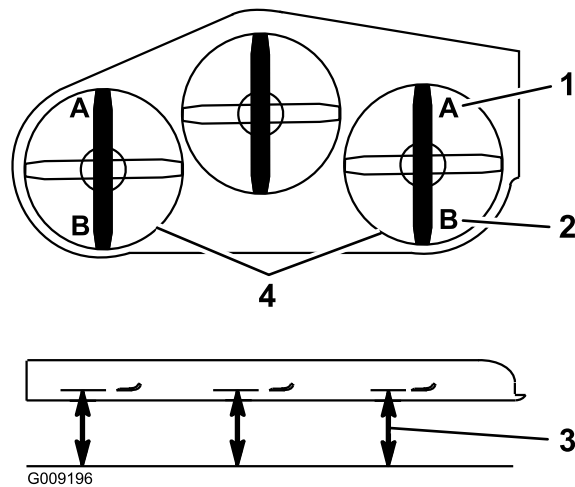

**Figure 86**
5. Enfoncez la pédale de levage du tablier de coupe au maximum pour verrouiller le tablier à la position TRANSPORT de 14 cm (5-1/2 po) (Figure 86).